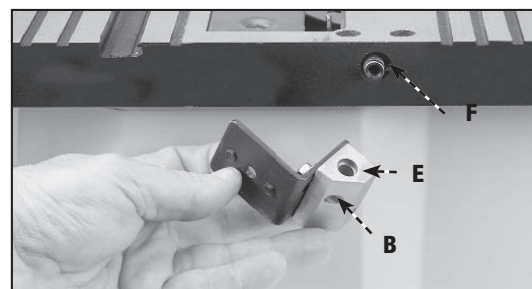

Fig. 11
4. Coloque el extremo embutido (E), Fig. 11, de la abrazadera del separador (B) contra el extremo de la barra giratoria (F) y ajuste utilizando el ensamble del PASO 3.